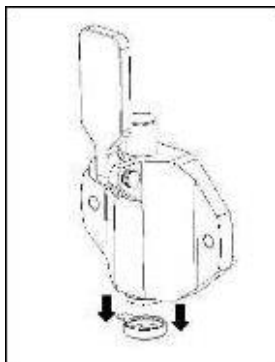

Fig. 11
- Rimuovere dalla flangia il dispositivo che conferisce al gelato la forma a stella (Fig. 11).